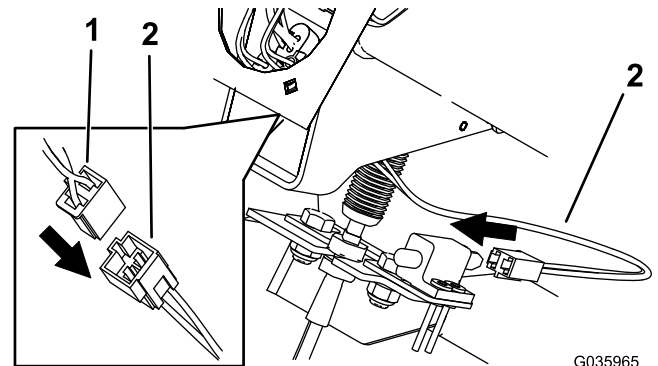

Figure 11
4. Branchez le faisceau de la machine au faisceau d'extension de l'embrayage (Figure 11).
5. Branchez le faisceau d'extension de l'embrayage au contacteur d'embrayage (Figure 11).